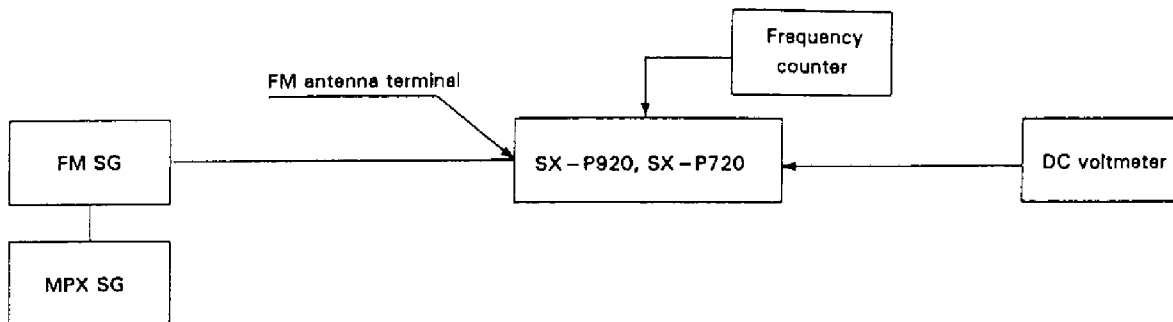

Fig. 5-1 FM Adjustment Connection Diagram
- Connecter le câblage comme indiqué sur la Fig. 5-1.